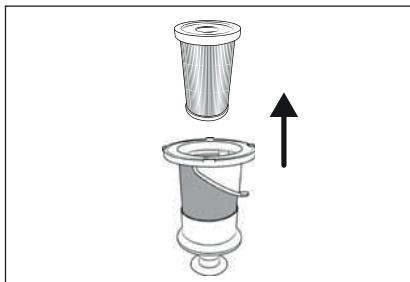

Fig. 21
- 4) Tag EPA-filteret ⑤ ud af filteret af rustfrit stål ⑥ ved at holde i åbningen på EPA-filteret ⑤ og tage det ud af filteret af rustfrit stål ⑥ (se fig. 21).